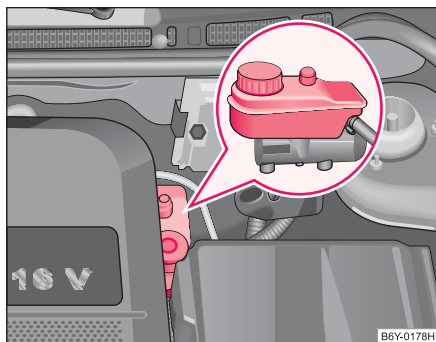

Fig. 130 Compartiment moteur: Réservoir de liquide de frein
- Contrôlez le niveau de liquide de frein dans le réservoir ⇒ fig. 130. Celui-ci doit arriver entre les marques « MIN » et « MAX ».